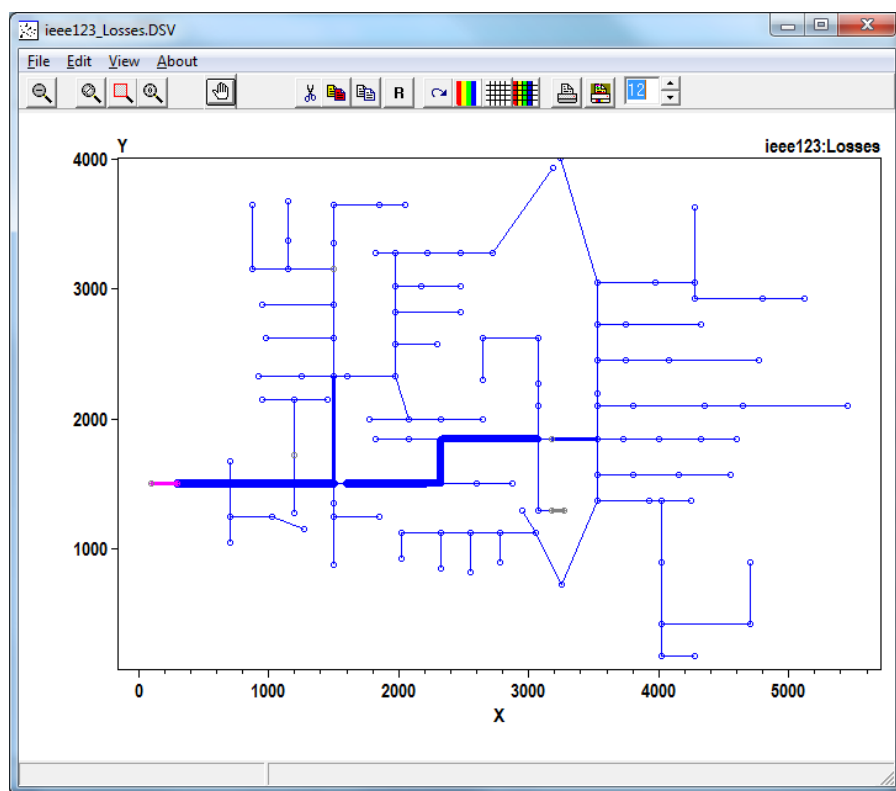

图 7. 线路损失
- c. **在线路连接图上 (one-line diagram) 图形化显示数据**– 如果你通过 buscoords 命令提供了母线的位置信息 (参阅 OpenDSS Manual), 已可以在这个电路的地图 (one-line diagram) 上显示潮流数据。在菜单上选择 Plot > Circuit Plots > Circuit Plot. 图 7 显示了一个例子。